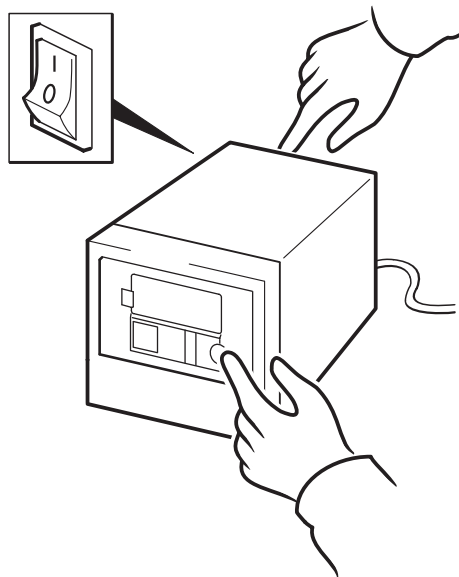

Figura 14b: hp obdr, passo 2
- 2 Com o botão de ejetar pressionado, ligue o autoloader (ver figura 14b). Assim, o dispositivo fica no modo de recuperação de incidentes HP One-Button ao iniciar. Solte o botão assim que o visor exibir a mensagem "OBDR Mode" (Modo OBDR).